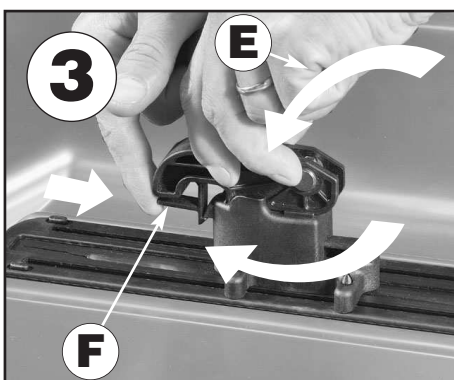

fig. 3)
- Drehen Sie den Fixier-Griff im Uhrzeigersinn, um den Haken anzuziehen, und drücken Sie den Fixier-Griff nach unten. Dieses Vorgehen sollte die Dachbox fest am Träger fixieren (fig. 3/E). **Ist dies nicht der Fall, stellen Sie den Fixier-Griff wieder senkrecht und ziehen Sie den Haken erneut an. Können Sie den Fixier-Griff nicht nach unten drücken, drehen Sie ein wenig im Gegenuhrzeigersinn und versuchen Sie es erneut.** - Machen Sie fest die Sicherheit (fig. 3/F). **Prüfen Sie sorgfältig, dass jede Befestigungseinheit fest mit den Dachträgern verbunden ist. Vergewissern Sie sich, dass die Dachbox nicht von den Dachlastträger rutschen kann.**